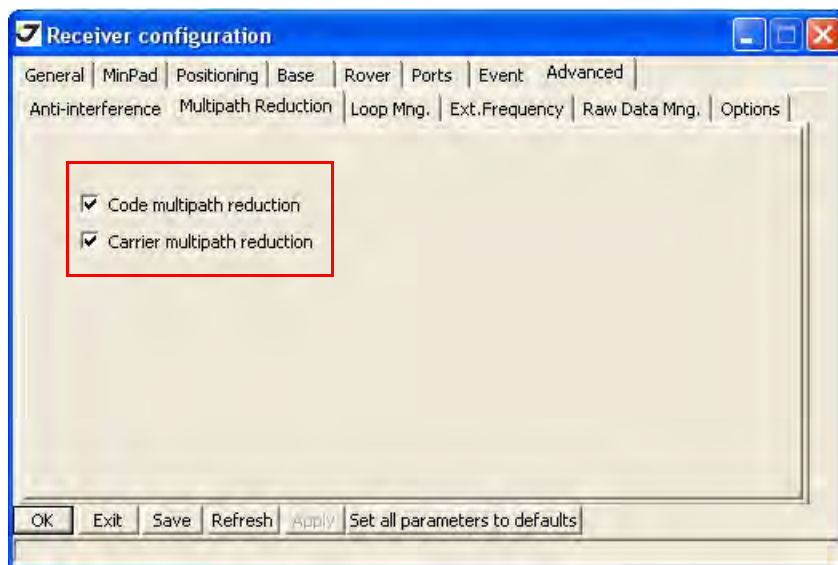

Рисунок 42. Настройка параметров подавления многолучевости
11. Перейдите в закладку *Advanced*, а затем в закладку *Multipath*. Настройте следующие параметры и нажмите *Apply* (Рис. 42).